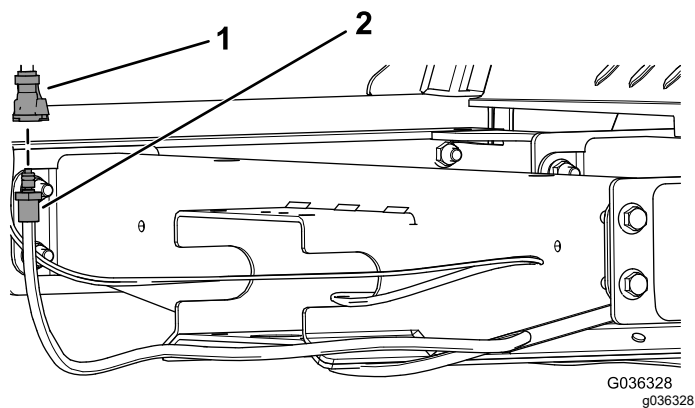

Figura 5
3. Conecte el acoplamiento recto hembra en la manguera del kit al acoplamiento recto macho en la manguera de la cabina (Figura 5).